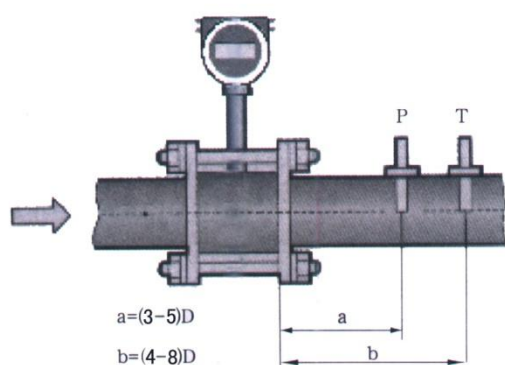

图 7 温度、压力安装点示意图
- PT100 铂电阻应安装在流量计下游 4~8D 处（如图 7 所示），在选好的位置上开一个 25mm 圆孔，把铂电阻底座垂直或倾斜焊在开好的圆孔上，把铂电阻装在底座上并确保密封可靠无泄露。
- 压力变送器应安装在流量计下游 3~5D 处（如图 7 所示），开孔的位置应使弯管装好后垂直地面。在选好的位置上开一个 20mm 圆孔，把弯管的一头垂直焊在开好的圆孔上，把配套阀门拧在弯管的另一头上，阀门的上端装上压力变送器，阀门的两端应密封可靠确保无泄露。如果测量高温介质应提前把弯管灌上水，防止因温度过高损伤压力变送器。